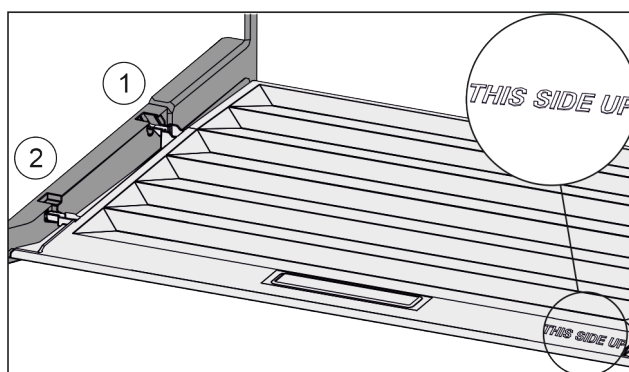

Fig. 59
- ▶ Juhtige kaane vahetoed tagumise hoidiku Fig. 59 (1) ava kaudu sisse ja fikseerige ees hoidikusse Fig. 59 (2).